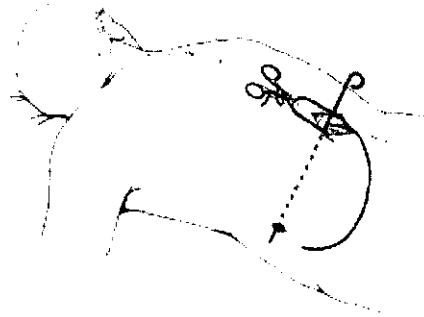

FIGURA 27
1. Con el manguito de la cánula colocado en el tunelizador, cree un túnel subcutáneo entre el lugar de anclaje de la derivación y la cavidad del GII (Figura 27). El tunelizador es maleable y puede doblarse para adaptarse al contorno del cuerpo del paciente.